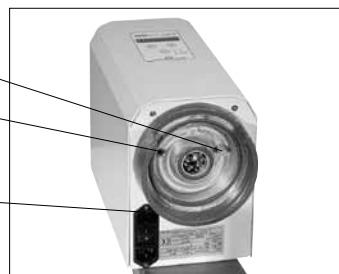
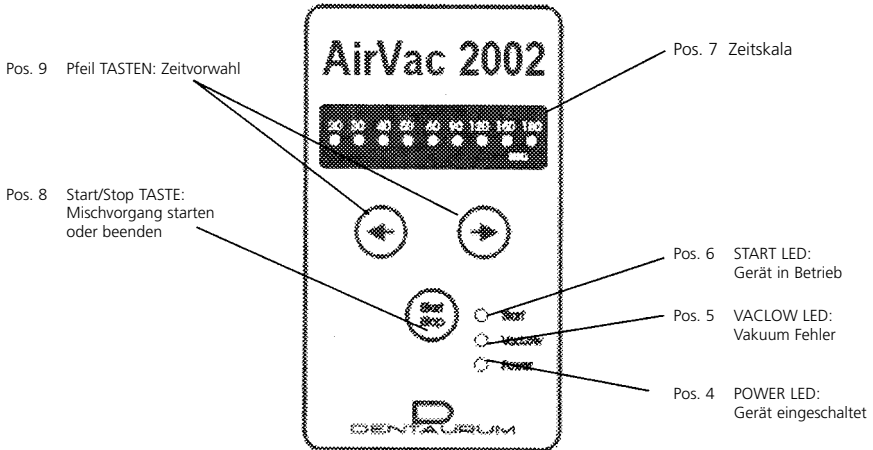

Bild 3: Geräteunterseite mit Becherflansch
Bild 4: Bedienfeld AIRVAC 2002
Die Sintervorfilter (Bild 3, Pos. 2+3) am Becherflansch schützen die Vakuumpumpe vor Verschmutzungen. Im Geräteinnern befindet sich ein weiterer Feinfilter.
Das Vakuum wird von der eingebauten Mikroelektronik über eine gesonderte Messbohrung (Bild 3, Pos. 3) überwacht.
- Das Gerät wird an der Unterseite mittels des Hauptschalters (Bild 3, Pos. 1) eingeschaltet. Die grüne Anzeige POWER (Bild 4, Pos. 4) leuchtet auf. Die zuletzt eingestellte Rührzeit wird auf der Zeitskala angezeigt (Bild 4, Pos. 7).
- Die gewünschte Rührzeit wird mittels der Zeitvorwahltasten (Bild 4, Pos. 9) gewählt.
- Durch die Betätigung der Starttaste (Bild 4, Pos. 8) beginnt das Gerät mit der Evakuierung des Bechers. Die gelbe Anzeige START (Bild 4, Pos. 6) leuchtet auf. Nach einigen Sekunden schaltet sich automatisch das Rührwerk zu und vermischt die Masse, während die Vakuumpumpe den Becher weiter evakuiert.
- Während dem Mischvorgang wird das Vakuum von einem eingebauten Drucksensor automatisch überwacht. Falls ein zu geringes Vakuum erreicht wird, leuchtet die rote Anzeige VACLOW (Bild 4, Pos. 5) auf.
Die Sintervorfilter im Becherflansch (Bild 3, Pos. 2) müssen einmal pro Woche auf Verschmutzungen hin überprüft werden. Es genügt eine Sichtkontrolle ohne Ausbau des Sintervorfilters.
Zum Wechseln der Gerätesicherung zuerst Gerät ausschalten und Netzstecker ziehen. Den Sicherungshalter am Kombielement herausziehen (Bild 3, Pos. 1) und neue Sicherung T 3,15 A einsetzen.
Sicherung defekt	3. Sicherung im Kombielement (Bild 3, Pos. 1) wechseln. Δ Dazu Kapitel 6.4 beachten!
Sintervorfilter (Bild 3, Pos. 2) im Becherflansch verstopft	7. Sintervorfilter reinigen oder auswechseln